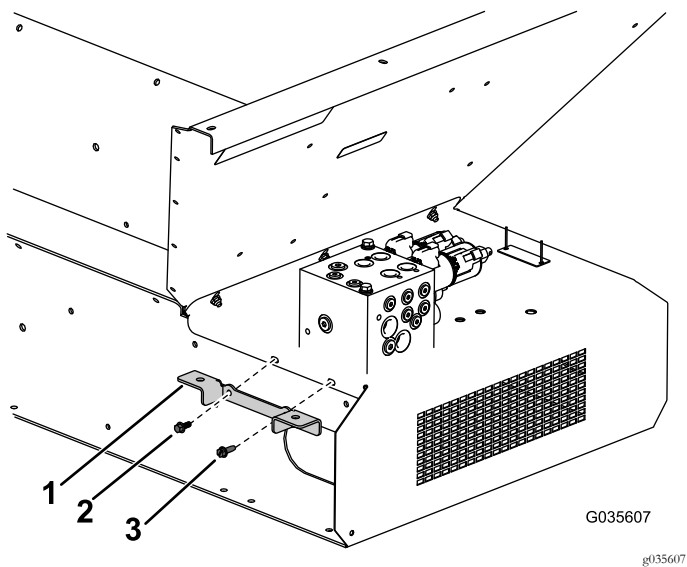

图10
9. 将安装支架安装到冲洗防护装置上请参阅图10了解正确的方向和五金件。